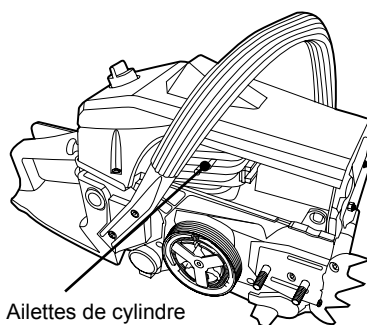

Fig. 43
- > Pour vérifier que la 'rainure' du guide-chaîne ne présente pas d'usure : placez une équerre (à angle droit) contre le côté du guide-chaîne et des 'plaques latérales de la gouge'. S'il y a un intervalle entre la règle et le guide-chaîne, le 'bord' du guide-chaîne est normal. S'il n'y a pas d'intervalle (règle à ras sur le côté du guide-chaîne), le 'bord' du guide-chaîne est usé et doit être remplacé (Fig. 43).